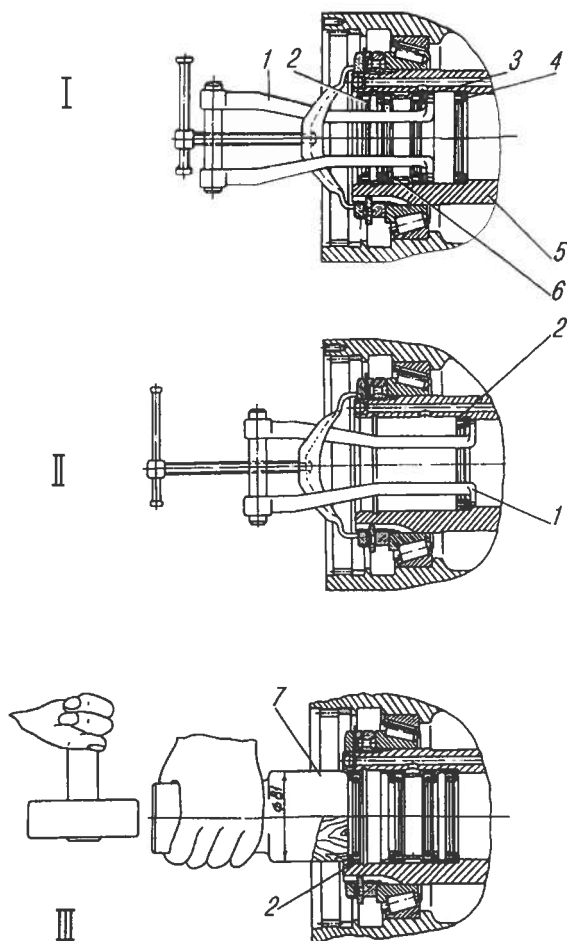

Рис. 51. Демонтаж (I, II) и установка (III) деталей блока манжет подвода воздуха:
**Блок манжет 2 подвода воздуха** (рис. 51) состоит из четырех манжет, установленных в цапфе (кожухе) моста. Манжеты обеспечивают герметичность соединения каналов неподвижной цапфы (кожуха) и каналов вращающейся полуоси.
Монтировать манжеты специальной оправкой (положение III на рис. 51), исключая возможность их повреждения при запрессовке. Демонтировать манжеты специальным съемником (положения I и II).